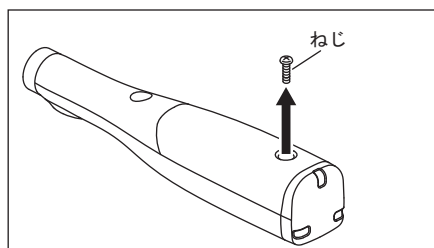

図 13
- 3) 電池カバーを留めているねじをプラスドライバーで取り外します。(図 13)